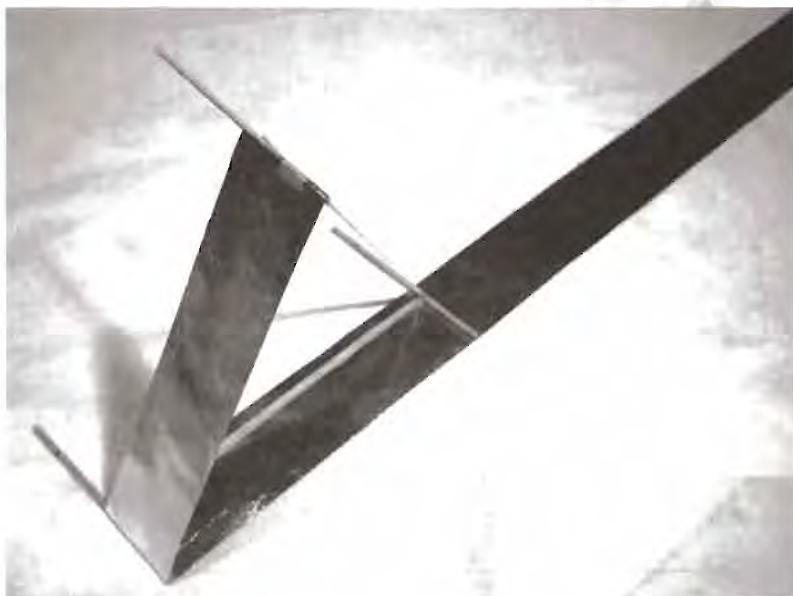

Рис. 1.16. Приkleивание алюминиевой полосы к каркасу
6. Оберните фольгу вокруг каркаса (рис. 1.16). Нанесите клей на деревянную полосу длиной 20 см и прижимайте, пока фольга не приклеится. Обратите внимание (это видно на рисунке), что фольга приклеивается на уровне нижнего конца опоры. Затем нанесите клей на следующую опору, поверните каркас вдоль фольги и приклейте ее, затем последнюю. Лишнюю фольгу срежьте, чтобы после приклеивания над горизонтальными опорами остался 1 см фольги, что уменьшит утечку ионов.